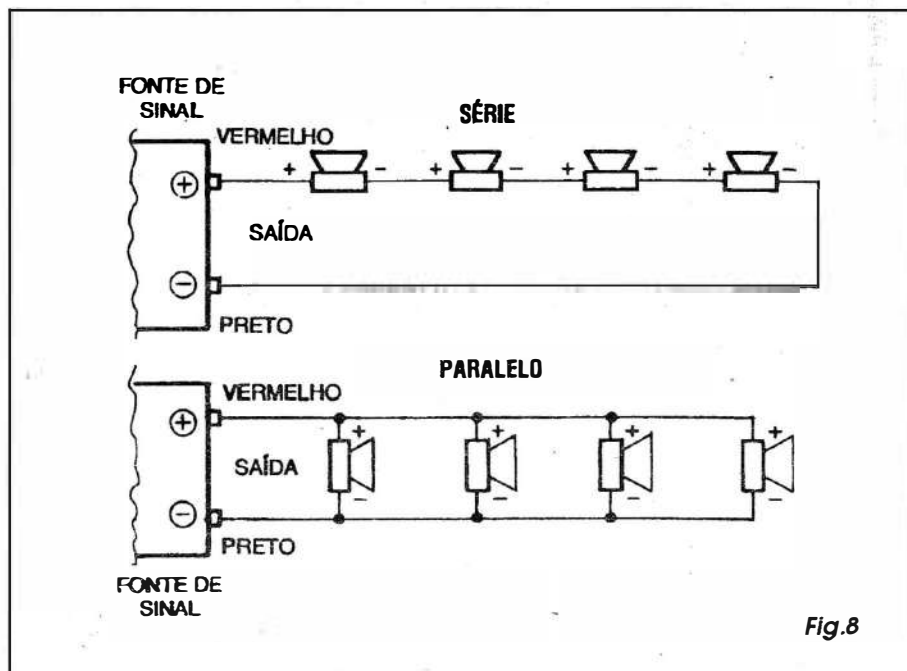

Fig.8
- FIG. 8 - A IMPORTANCIA DO FASEAMENTO, EM SISTEMAS COM MÚLTIPLOS ALTO-FALANTES... - Vale lembrar que em sistemas de som simples, dotados de apenas um alto-falante, sem caixas acústicas, e com sinais fornecidos por geradores de sinal desprezíveis quanto à potência, rendimento e fidelidade, esse *negócio* da FASE ou da POLARIDADE do alto-falante não tem assim tanta importância... Entretanto, ao serem estruturados sistemas com vários alto-falantes, normalmente instalados em caixas acústicas (sonofletores), o fator FASE/ POLARIDADE deixa de ser uma mera *frescura*, para tornar-se importante no con-